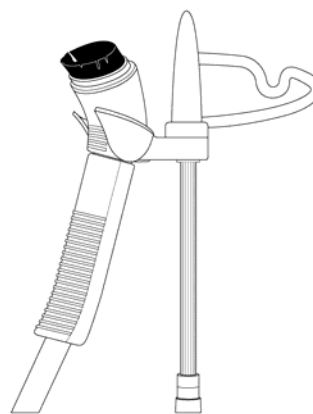

FIGURA 9
3. Cuelgue la Boquilla de Vapor en el Soporte diseñado especialmente para la Boquilla de Vapor (FIGURA 9).